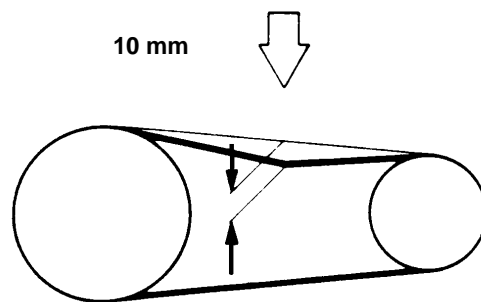

Abb. 40 Contrôle de la tension de la courroie
- La tension désirée de la courroie trapézoïdale est la tension la plus basse possible quand la courroie ne glisse pas à pleine charge. La tension de la courroie est bonne lorsque celle-ci cède de **10 mm** sous une forte pression exercée par le pouce entre les poulies à gorge (Abb. 40).